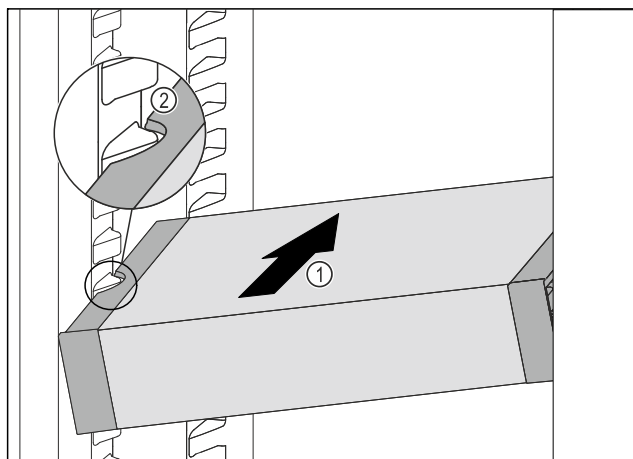

Fig. 114
- ▶ VarioSafe zasúvajte šikmo do chladničky Fig. 114 (1), kým sa bočné vybrania Fig. 114 (2) VarioSafe nebudú nachádzať vo výške rebra nádoby v chladničke.